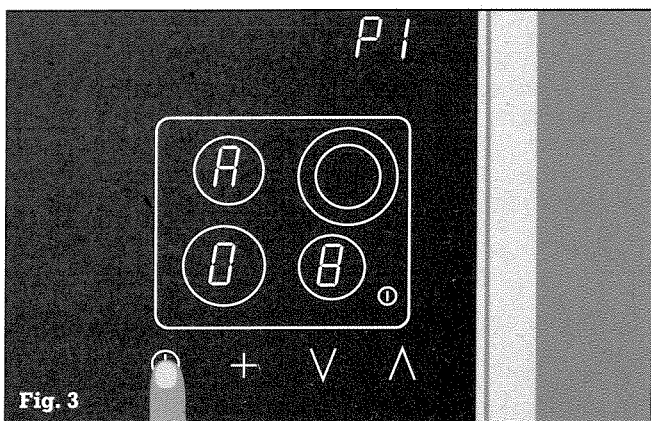

Fig. 3
- Accione el símbolo temporizador \ominus , para guardar el valor. Suena una señal acústica y $P I$ brilla de modo constante (Fig. 3).